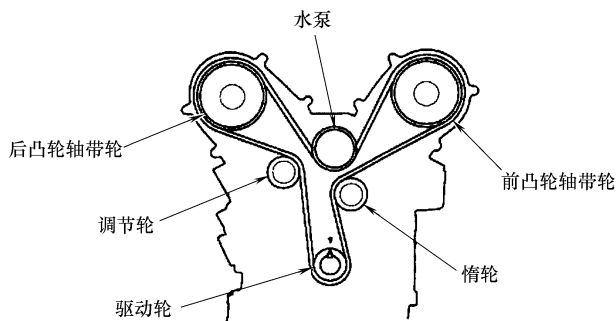

图 23-13 安装正时带
- 5) 按照图 23-13 所示，从驱动轮开始，沿逆时针方向安装正时带。